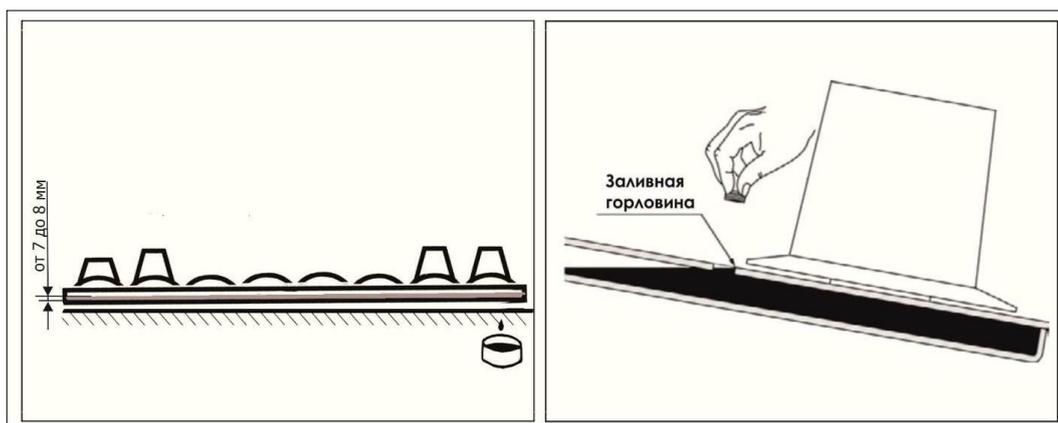

Рисунок 7.4 - Проверка уровня масла в режущем аппарате
- уровень масла должен быть 7-8 мм от дна (рисунок 7.4).